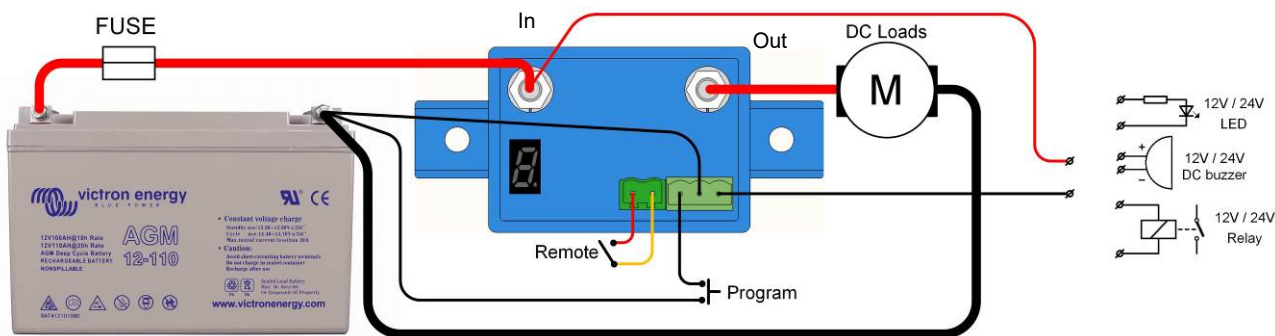

Abbildung 1: Anschlussplan des BP-65
- Der BatteryProtect (BP) ist in einem gut belüfteten Bereich und vorzugsweise in Nähe der Batterie (Abstand maximal 50 cm) anzubringen (aufgrund möglicher Schadgase jedoch nicht über der Batterie!). Ein **Spannungsabfall durch ein zu langes oder unterdimensioniertes Kabel zwischen dem Pluspol der Batterie und dem BP kann zu einem Kurzschlussalarm führen, wenn die Last eingeschaltet wird, oder auch zu einem unerwarteten Abschalten.**
- Es lässt sich ein ferngesteuerter Ein-/Aus-Schalter an den zweipoligen Stecker (siehe Abbildung 1) oder zwischen Pol 2-1 des zweipoligen Steckers und den Pluspol der Batterie anschließen.
- Ein akustisches Signal, eine LED oder ein Relais lässt sich zwischen den Alarmausgang und den Pluspol der Batterie anschließen (siehe Abbildung 1). Maximale Last am Alarmausgang: 50 mA (kurzschlussfest)